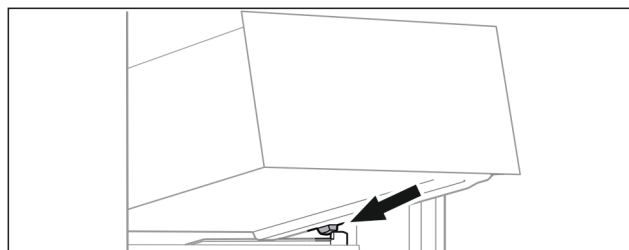

Fig. 96
- Sätt utdragslåda i vinkel på behållarens galler bakom de bakre stoppklackarna. (se Fig. 96)